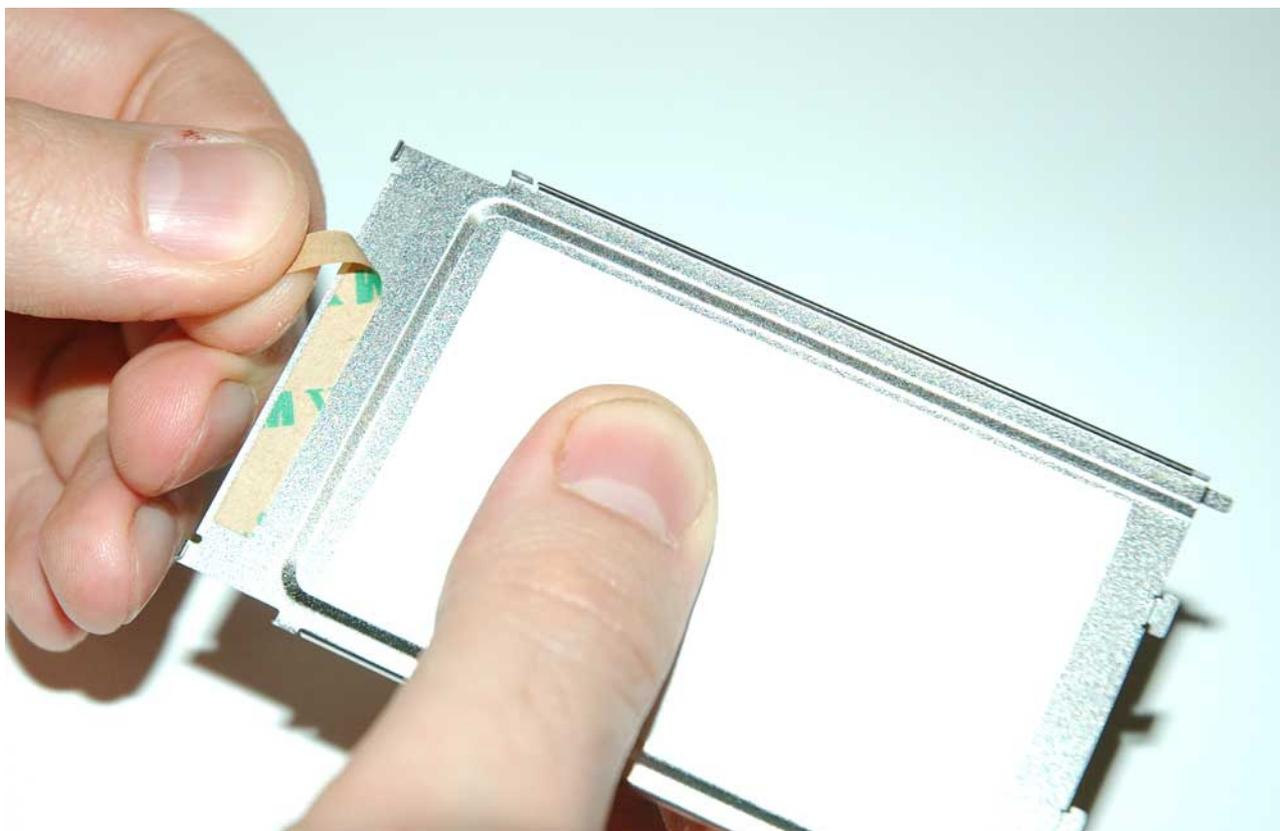

Fig. 39
- Entfernen Sie das Papierstreifen von den Klebstreifen, der auf dem anderen metallenen Element des Gehäuses geklebt ist (*Fig. 39*):